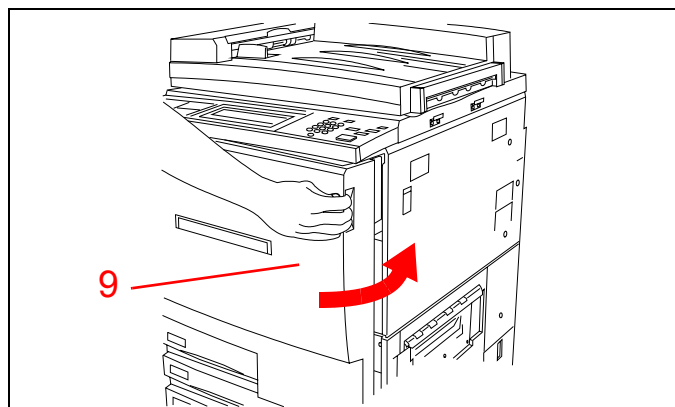

Figura 23
9. Feche a porta dianteira da impressora. Consulte a Figura 23.